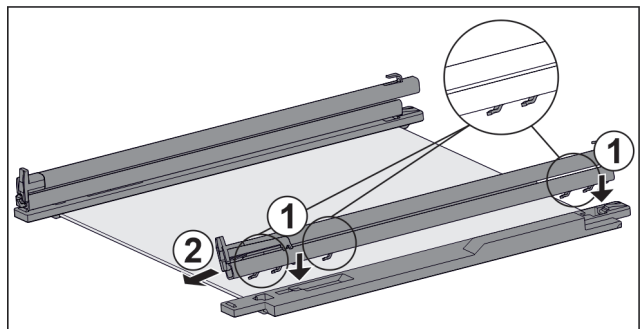

Fig. 160 Glasplatte mit Schienen und Halteteilen
- ▶ Haken der Schiene auf die Öffnungen des **linken** Halte- teils setzen. *Fig. 160 (1)*
- ▶ Schiene nach vorne ziehen. *Fig. 160 (2)*
- ▶ Haken der Schiene auf die Öffnungen des **rechten** Halte- teils setzen. *Fig. 160 (1)*